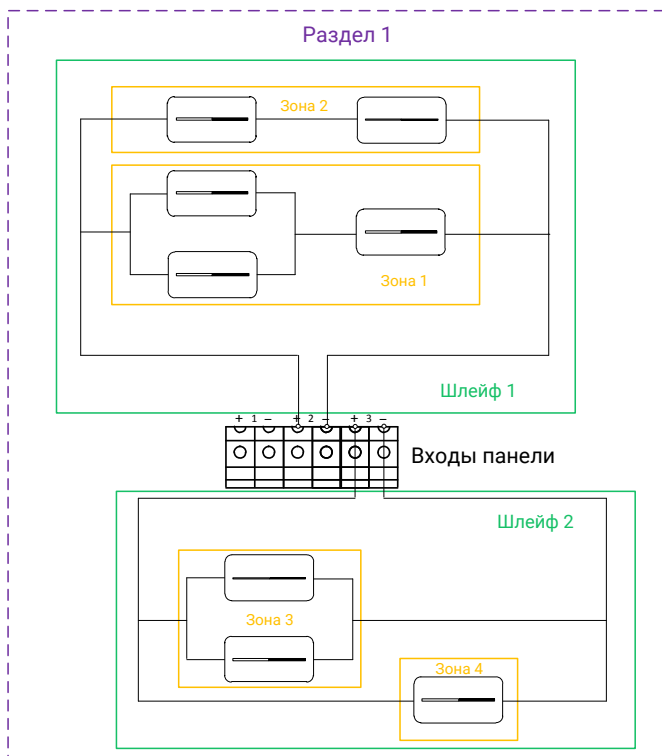

Рисунок 5. Пример формирования зон, шлейфов и разделов
- **Шлейф** - линия связи (провод), при помощи которой датчики подключаются к охранной панели. Шлейф может содержать одну и более зон (см. рис. 5).